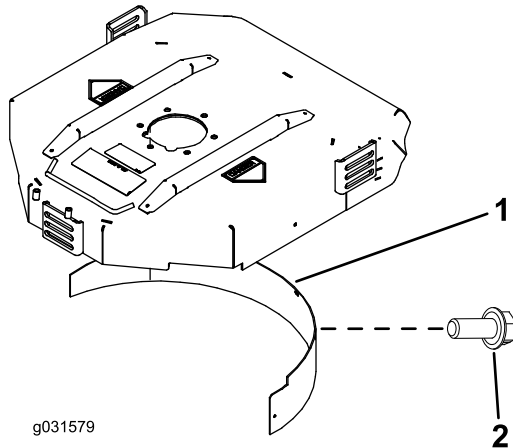

Figura 9
2. Instale el deflector de mulching en la abertura trasera y sujételo con 5 pernos con arandela prensada (Figura 9).